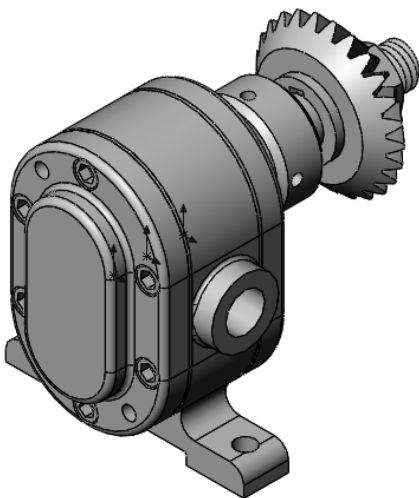

图 10-50 装配其他螺钉
- [6] 用同样方法在装配体中装配其他螺钉，如图 10-50 所示。